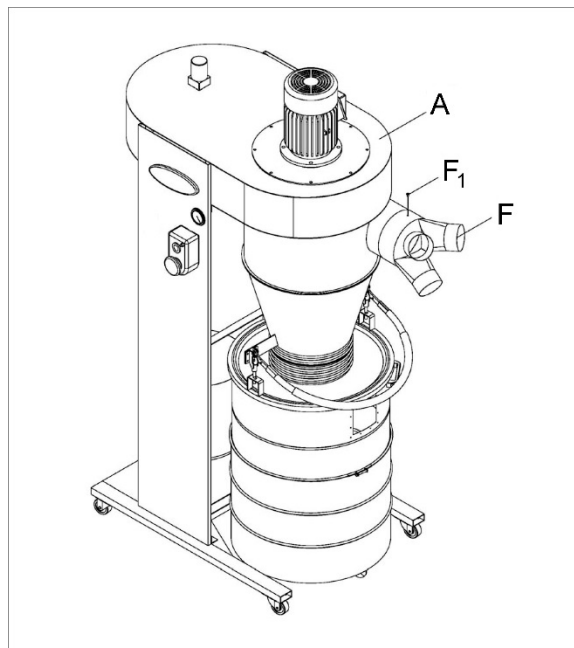

Рисунок 9
15. Наденьте впускной патрубок (F, Рис. 9) на отверстие основного узла и затяните винт (F1).